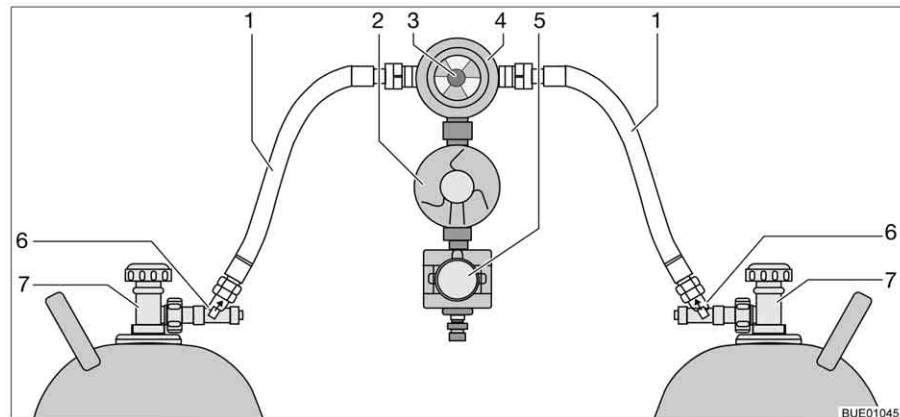

Fig. 125 Instalación de conmutación Crash-Protection-Unit
La Crash-Protection-Unit se compone de dos restrictores de desbloqueo manual (Fig. 125,6), una válvula selectora (Fig. 125,4) con regulador de presión (Fig. 125,2), una electroválvula (Fig. 125,5) y la unidad de mando con LED de tres colores. La válvula selectora está montada entre las dos gomas del gas (Fig. 125,1).
Con el botón giratorio (Fig. 125,3) en la válvula selectora se puede determinar cuál de las bombonas de gas se utilizará como bombona de servicio y cuál bombona de gas como bombona de reserva.
En la unidad de mando (Fig. 126) únicamente pueden conmutarse las funciones eléctricas. Las llaves de paso principales de las bombonas de gas (Fig. 125,7) y los desbloques (Fig. 125,6) deben abrirse a mano.
- Abrir las llaves de paso principales en las bombonas de gas (Fig. 125,7).
- Pulsar los desbloques (Fig. 125,6), uno tras otro, durante 10 segundos.
- Con el botón giratorio (Fig. 125,3) en la válvula selectora (Fig. 125,4), seleccionar la bombona de gas de la que habrá de tomarse el gas principalmente (bombona de servicio).
- Cerrar las llaves de paso principales en las bombonas de gas (Fig. 125,7).